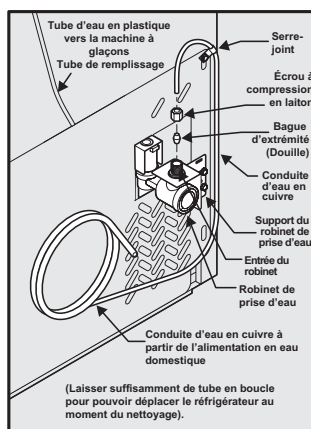

Figure 1
4. **Si vous utilisez des tubes en cuivre** - Glissez l'écrou à compression en cuivre, puis la bague d'extrémité (douille) sur la conduite d'alimentation en eau. Poussez la conduite d'alimentation en eau dans l'entrée du robinet de prise d'eau aussi loin que possible (6 mm - ¼ po). Glissez la bague d'extrémité (douille) dans l'entrée du robinet et serrez l'écrou de compression à la main dans le robinet. Serrez d'un autre demi-tour avec une clé ; NE PAS serrer trop fort. Voir Figure 1.